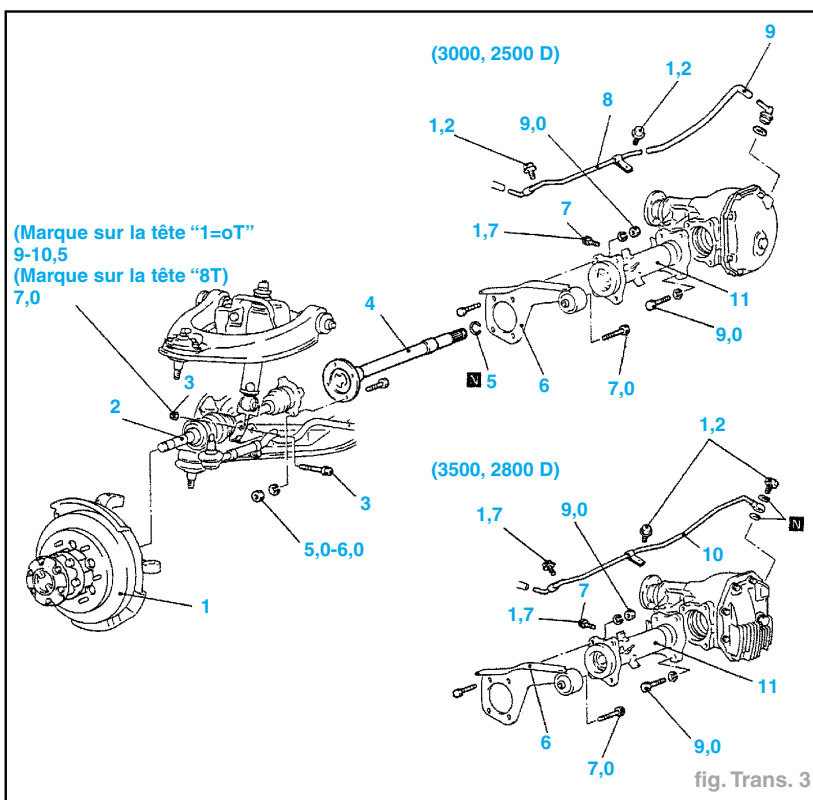

fig. Trans. 3
- Se référer à la fig. TRANS 3.